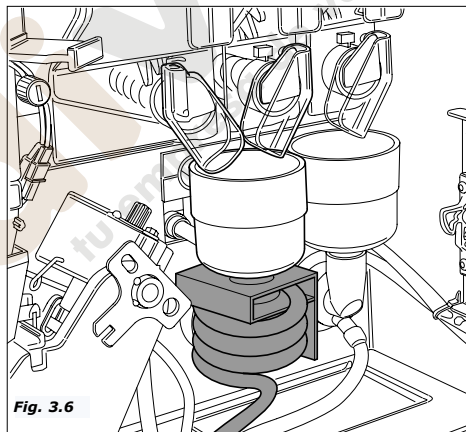

Fig. 3.6
- primero se activa el motor de la batidora (Fig.3.6).